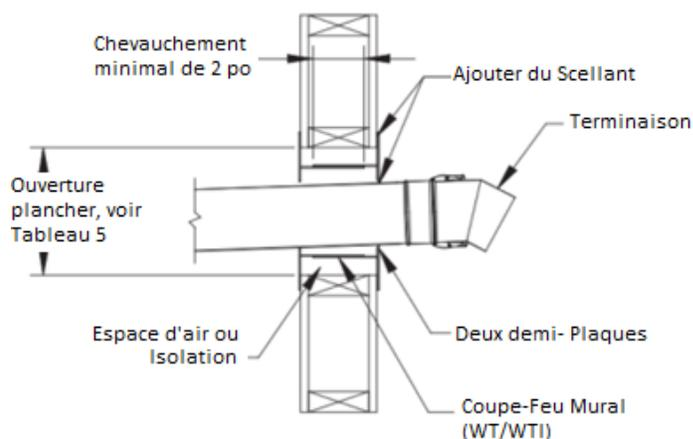

Figure 4 - Pénétration du mur
1. Avant l'installation, déterminez l'emplacement approprié du Coupe-Feu Mural (WT) ou du Coupe-Feu Mural Isolé (WTI) de sorte qu'une pente minimale de 1/4" (6 mm) par pied soit maintenue dans la section horizontale du conduit pour assurer un bon écoulement de condensation.
3. Installez la Coupe-Feu Murale (WT ou WTI) en insérant la plus grande des deux pièces sur l'appareil (côté intérieur). Voir la figure 4.